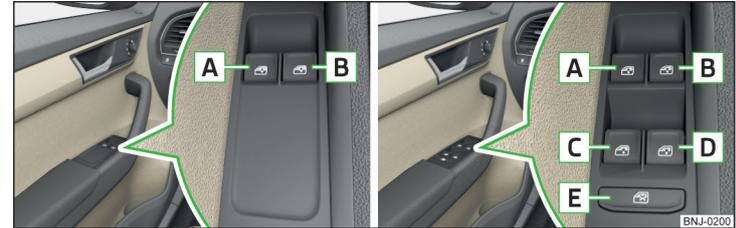

Abb. 43 Tasten der Fensterheber: Variante 1 / Variante 2
Die elektrischen Fensterheber funktionieren nur bei eingeschalteter Zündung. Ausstattungsabhängig können mit den Tasten in der Tür die Fenster vorn - **Variante 1** bzw. die Fenster vorn und hinten - **Variante 2** bedient werden » Abb. 43.
Bei der **Variante 2** » Abb. 43 kann das **Fahrerfenster** durch kurzes Drücken der Taste bis zum Anschlag automatisch vollständig geöffnet werden. Bei erneutem Drücken oder nach dem Ziehen der Taste bleibt das Fenster stehen.
Bei der **Variante 2** » **Abb. 43** kann das **Fahrerfenster** durch Ziehen der Taste bis zum Anschlag automatisch vollständig geschlossen werden. Bei erneutem Ziehen oder nach dem Drücken der Taste bleibt das Fenster stehen.
› Die Taste **[E]** » **Abb. 43** drücken.
■ Werden auf den Rücksitzen Personen, die nicht völlig selbstständig sind, z. B. Kinder, befördert, wird empfohlen, sicherheitshalber die Tasten in den hinteren Türen mit der Taste **[E]** zu deaktivieren » **Abb. 43**.
- Die **Variante 1** der elektrischen Fensterheber » **Abb. 43 auf Seite 59 verfügt über keine** Kraftbegrenzung. Die Fenster sind vorsichtig zu schließen - es besteht Verletzungsgefahr!
- Das **Beifahrerfenster bei der Variante 2** der elektrischen Fensterheber » **Abb. 43 auf Seite 59 verfügt über keine** Kraftbegrenzung. Das Fenster ist vorsichtig zu schließen - es besteht Verletzungsgefahr!